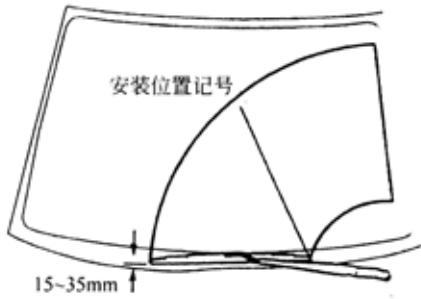

图 9-146
(4) 如图 9-146 所示, 用螺母安装前左刮水器臂, 拧紧力矩: $250\text{N}\cdot\text{m}$ 。安装位置记号: 15~35mm。注意: 用手向下扳铰链来紧固螺母。